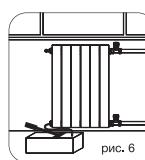

рис. 6
- 8.5. По завершении монтажных работ выполнить испытания системы отопления в соответствии с требованиями СП 73.13330.2016 «Внутренние санитарно-технические системы зданий». Гидростатическое испытание водяных систем и приборов отопления должно проводиться под давлением, в 1,5 раза превышающем рабочее давление (пример рис. 6). По факту проведения испытаний составляется акт ввода системы и приборов в эксплуатацию в установленной форме.